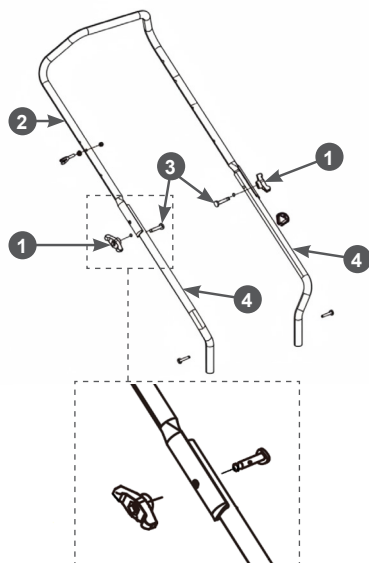

Рис. 4. Сборка рабочей рукоятки
2. Соберите рабочую рукоятку, для этого совместите отверстия в нижних частях рабочей рукоятки с отверстиями в верхней части. Вставьте в отверстия болты и накрутите барашковые гайки. 1 (Рис. 4).